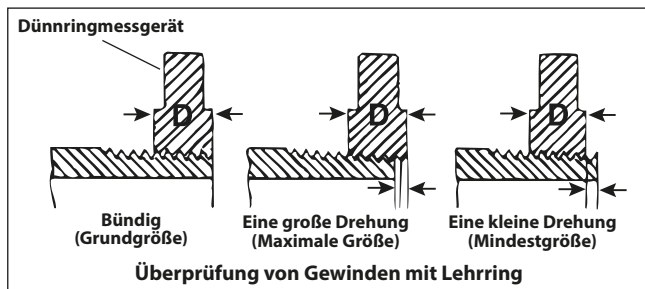

Abbildung 16 – Überprüfen der Gewindegröße
3. Überprüfen Sie die Größe des Gewindes. Am besten überprüft man die Gewindegröße mit einem Lehring. Es gibt verschiedene Arten von Lehringen und die Benutzung kann vom hier gezeigten Verfahren abweichen. *Abbildung 16.*